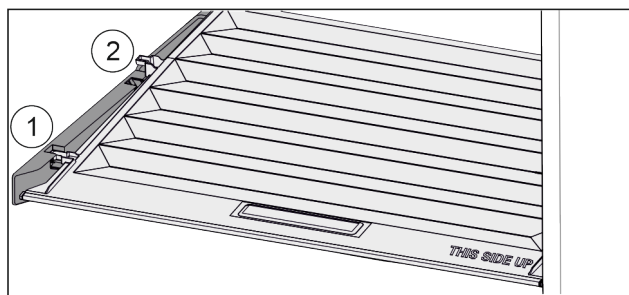

Fig. 98
- ▶ Tirare in avanti il coperchio fino all'apertura nei fermi Fig. 98 (1).
- ▶ Sollevare posteriormente dal basso e togliere verso l'alto Fig. 98 (2).